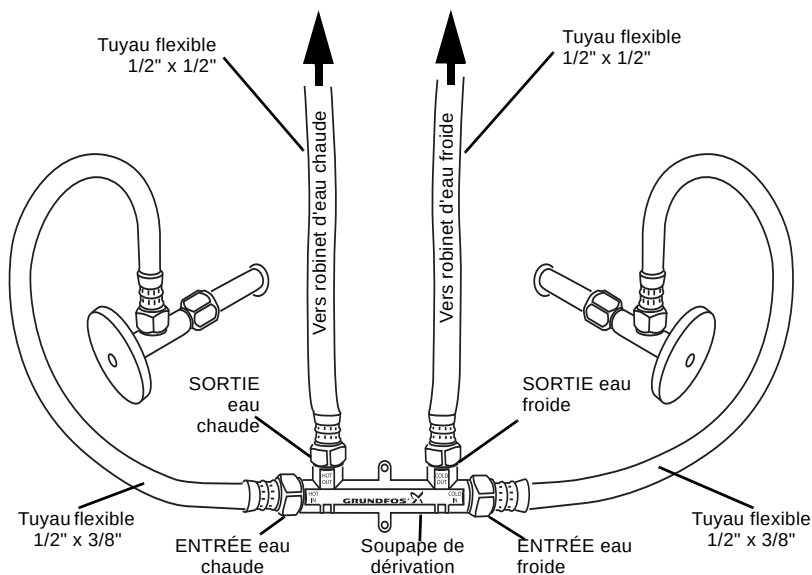

Fig. 5 Brancher la soupape de dérivation, les tuyaux flexibles et les raccords, comme indiqué
1. Raccorder les tuyaux flexibles 1/2 " x 1/2" aux ports de la soupape de dérivation marqués « HOT OUT » et « COLD OUT ». Voir fig. 5.
2. Raccorder les tuyaux flexibles 1/2 " x 3/8" aux ports de la soupape de dérivation marqués « HOT IN » et « COLD IN ». Voir fig. 5.
3. Raccorder le raccord de tuyau 1/2" du port « HOT OUT » de la soupape de dérivation au côté gauche du robinet. Voir fig. 5.
4. Raccorder le raccord de tuyau 1/2" du port « COLD OUT » de la soupape de dérivation au côté droit du robinet. Voir fig. 5.
5. Raccorder le raccord de tuyau 3/8" du port « HOT IN » de la soupape de dérivation à la vanne d'arrêt d'angle gauche. Voir fig. 5.
6. Raccorder le raccord de tuyau 3/8" du port « COLD IN » de la soupape de dérivation à la vanne d'arrêt d'angle droit. Voir fig. 5.